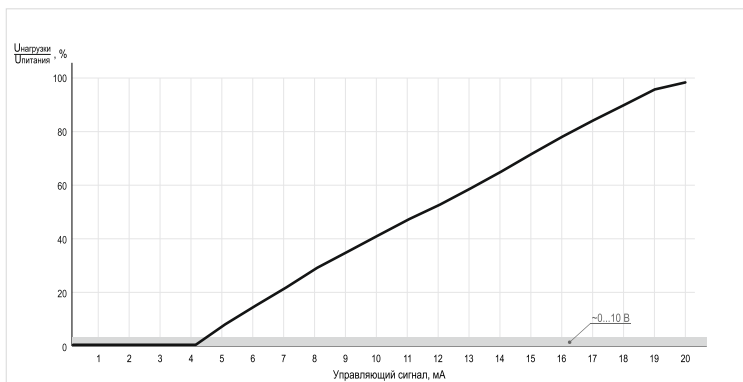
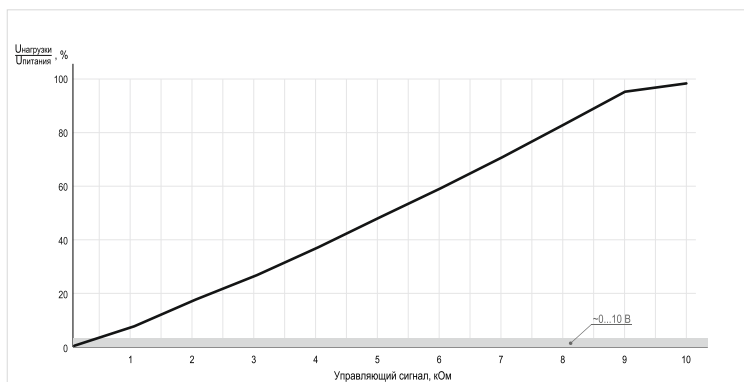

Рисунок 12 - выходная характеристика регуляторов RPS33, RPS34 при управлении сигналом 0...20 мА
Рисунок 15 - выходная характеристика регуляторов RPS33, RPS34 при управлении потенциометром 10 кОм
*На выходных характеристиках (Рисунок 12...Рисунок 15) напряжение на нагрузке показано в процентах к величине питающего напряжения.*